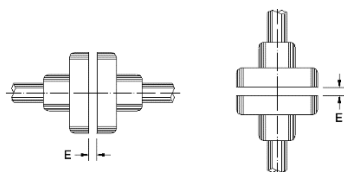

Figura 4.14: Holgura axial del acoplamiento (E)
Alinear cuidadosamente las puntas de eje y, siempre que sea posible, usar acoplamiento flexible, dejando una holgura (E) mínima de 3 mm entre los acoplamientos, conforme es mostrado en la Figura 4.14.